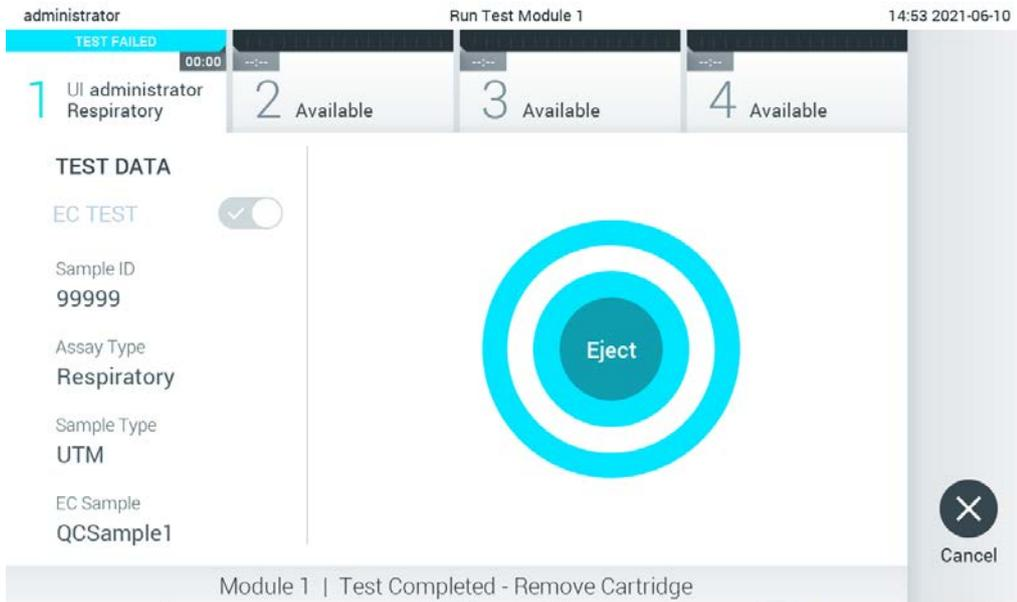

Figure 95. Affichage de l'écran Eject (Éjecter).
11. Une fois le test terminé, l'écran Eject (Éjecter) apparaît (Figure 95, page suivante). Appuyez sur  Eject (Éjecter) de l'écran tactile pour retirer la cartouche de dosage QIAstat-Dx et la mettre au rebut en tant que déchet biologique dangereux, conformément à toutes les réglementations et lois nationales, régionales et locales en matière de santé et de sécurité.